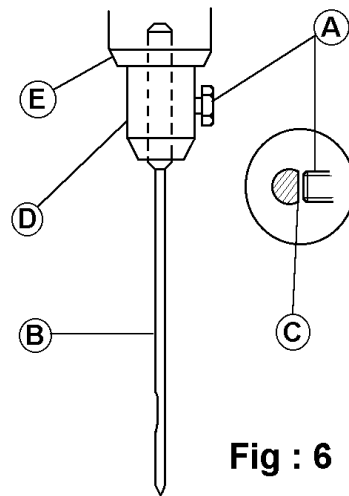

Fig : 6
-Los schroef **(A)** (zie Fig :6) en verwijder naald **(B)**.